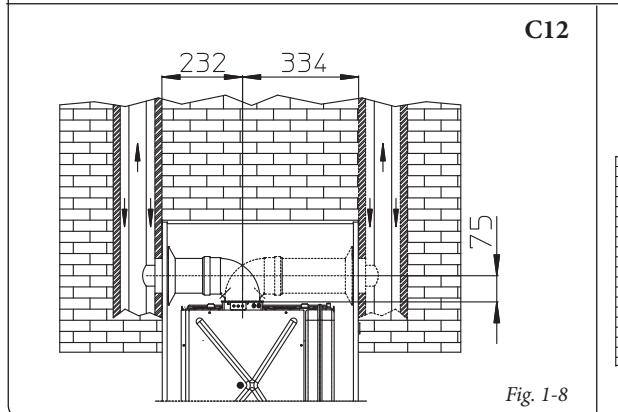

Fig. 1-8
- Applicazione con uscita laterale (Fig. 1-8); Utilizzando il solo kit orizzontale aspirazione-scarico, senza le apposite prolunghe, è possibile fare l'aspirazione dell'aria comburente e lo scarico dei fumi direttamente in una canna fumaria di tipo LAS indifferentemente a destra e a sinistra.